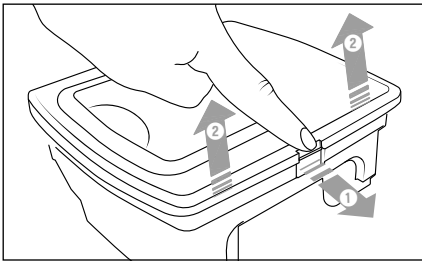

Fig. 7
- 2) Åbn låsen på dækslet **12** til støvbeholderen og klap det op (se fig. 7).